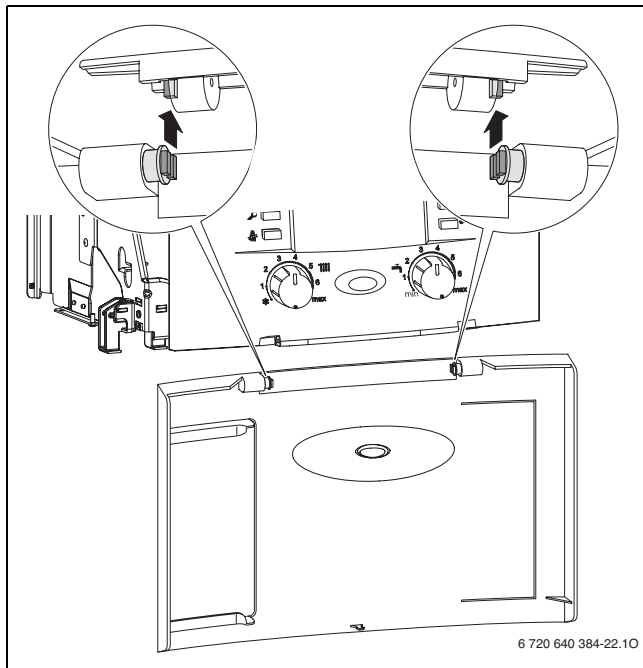

Fig. 10
- ▶ Kontrollér dæmpernes justering (→ fig. 10).